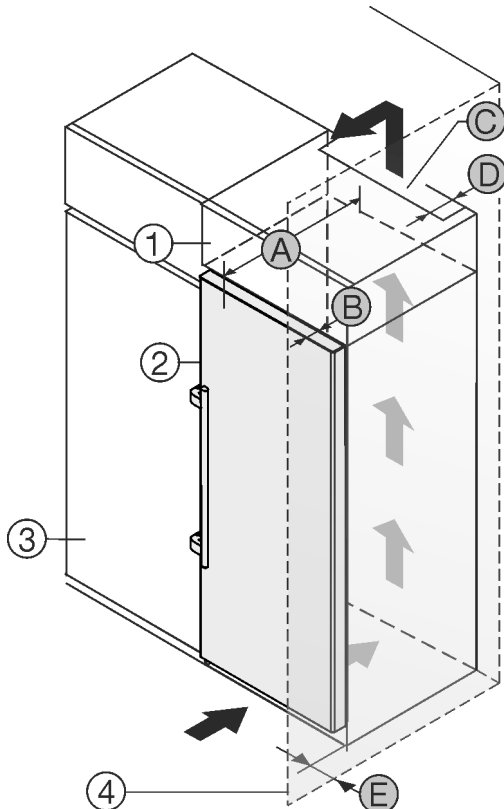

Fig. 2
Aseta laite heti keittiön kaapin Fig. 2 (3) viereen.\*
Lisäkaapin takana on oltava lisäkaapin levyinen poistoilma-kuilu, jonka syvyys on Fig. 2 (D)\*.
Katon alapuolelle on jätävä ilmanvaihdon poikkipinta-alaa Fig. 2 (C) vastaava tila.\*
Kun laitteen oven saranapuoli asennetaan seinän Fig. 2 (4) viereen, laitteen ja seinän välisen etäisyyden tulee olla vähintään 57 mm. Tämä vastaa kahvan ulkonemaa oven ollessa auki.\*
Jotta ovet avautuvat kokonaan, laitteen on oltava oven syvyyden Fig. 2 (B) verran ulospäin keittiökaappien etureunasta. Keittiökaappien Fig. 2 (3) syvyyden ja välikkeiden käytön mukaisesti laite voi olla ulompänä.\*